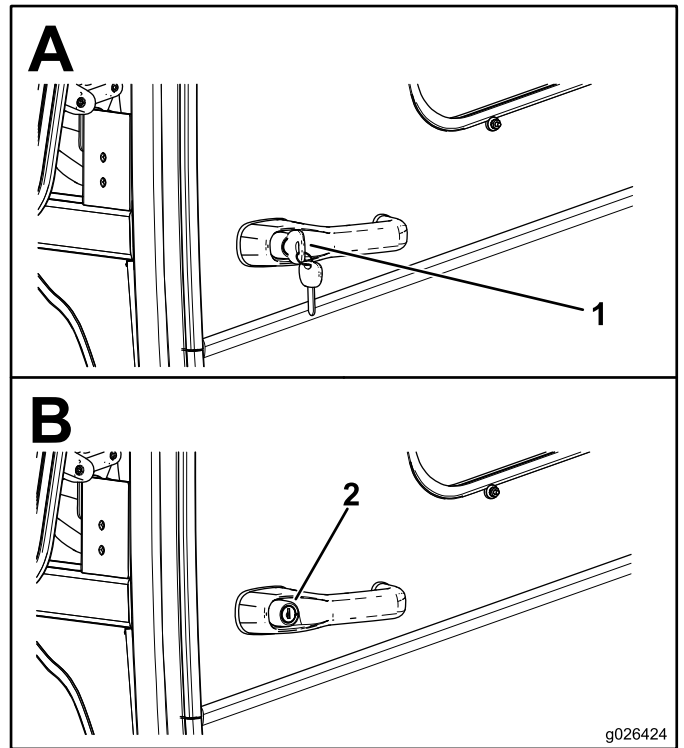

図 10
1. ドアがロックされている場合には、ハンドルにあるキー穴にキーを差し込んでキーを開位置に回す 図 10。
2. ハンドルについているボタンを押してドアを開ける 図 10。